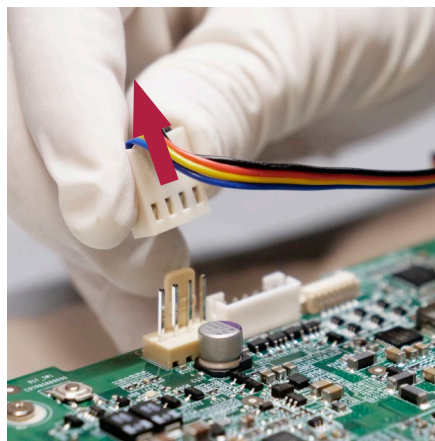

Abbildung 23 Trennen des Lüfterkabels
Ermitteln Sie die Position des Lüfteranschlusses auf der Hauptplatine (siehe Abbildung 12) und trennen Sie den Lüfteranschluss (siehe Abbildung 23).
- g) Schließen Sie das Lüfterkabel an (siehe Abbildung 12 und Abbildung 23)